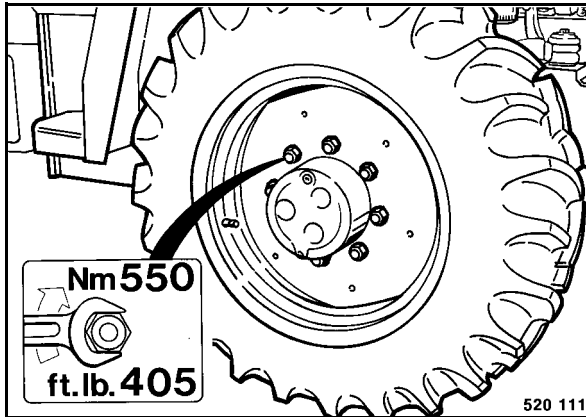

Fig. 172
- Reapretar las tuercas de las ruedas (Fig. 172) en cruz.